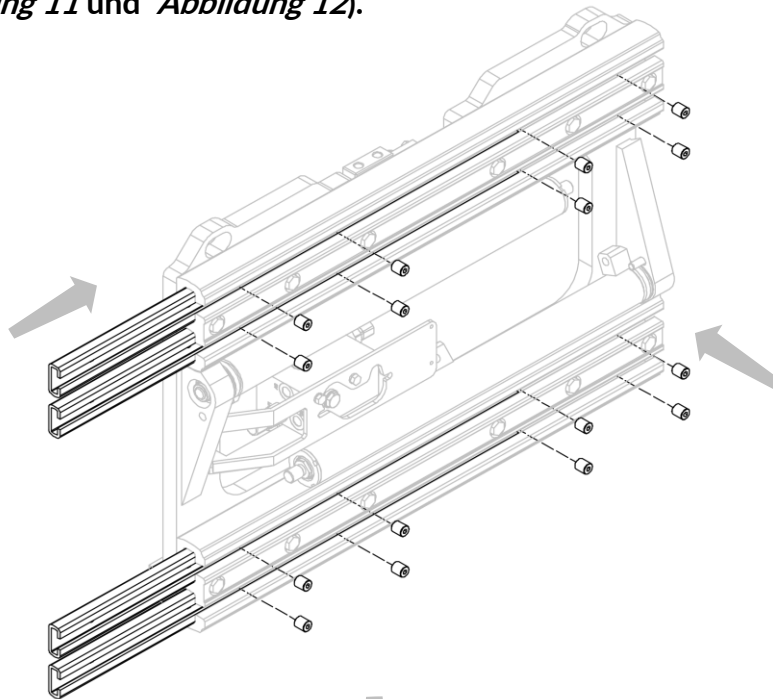
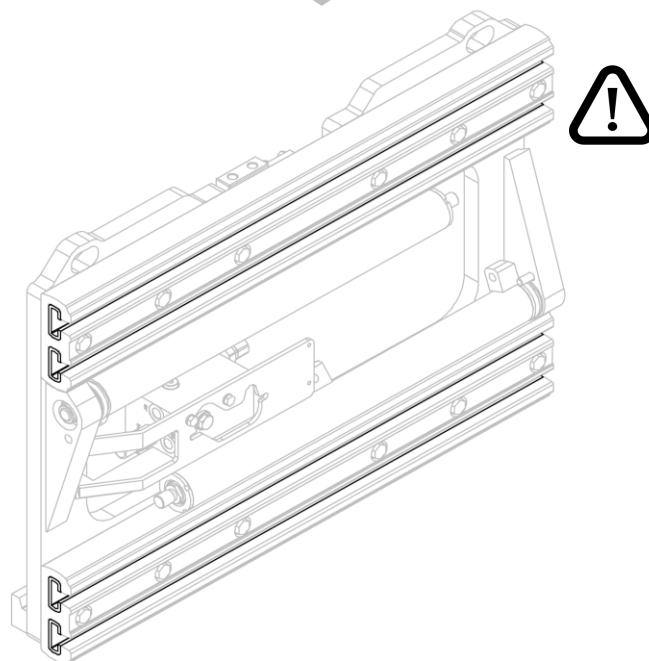

Abbildung 11
Abbildung 12
2. Stecken Sie die Nylonbuchsen ein und schrauben Sie sie mit den Madenschrauben fest (siehe *Abbildung 11* und *Abbildung 12*).